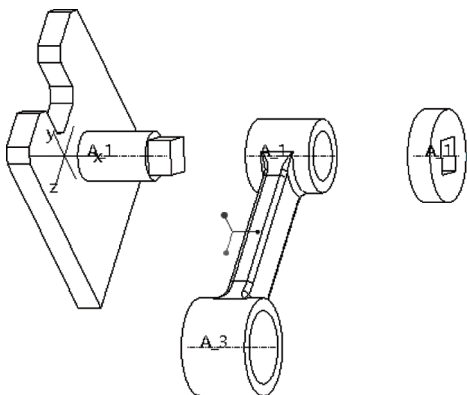

图 10-92 编辑分解放置位置
7) 使用同样的方法调整其他元件的分解放置位置，然后单击“分解工具”选项卡中的 (完成) 按钮。得到的各元件的参考放置位置如图 10-92 所示。